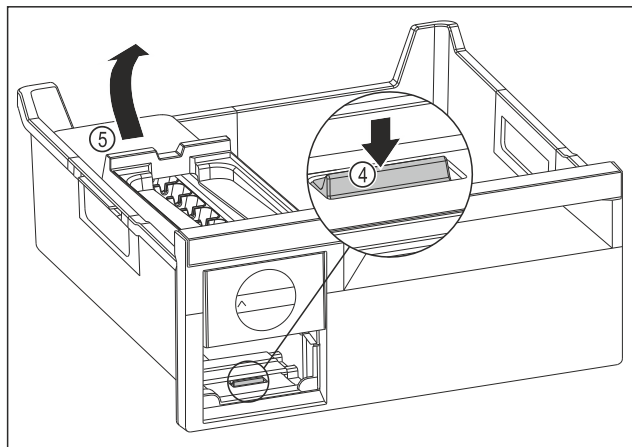

Fig. 86
- Estrarre il corpo dell'EasyTwist-Ice: Con un dito spingere la linguetta Fig. 86 (4) verso il basso e allo stesso tempo, con l'altra mano, sollevare il corpo dell' EasyTwist-Ice Fig. 86 (5) da dietro.